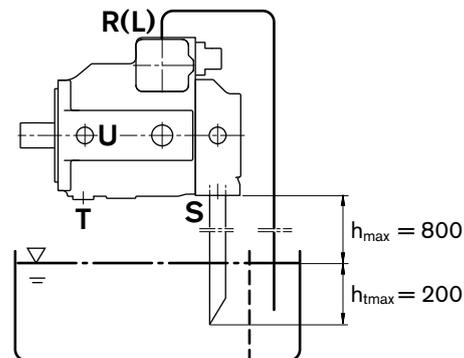

Bild 4
b) Wenn minimaler Flüssigkeitsspiegel unterhalb der Pumpenoberkante: Leckflüssigkeitsanschluss und evtl. Anschluss »S« gem. Bild 4 verrohren. Bedingungen entsprechend Punkt 1.2.
a) Übertankaufbau gem. Bild 4.